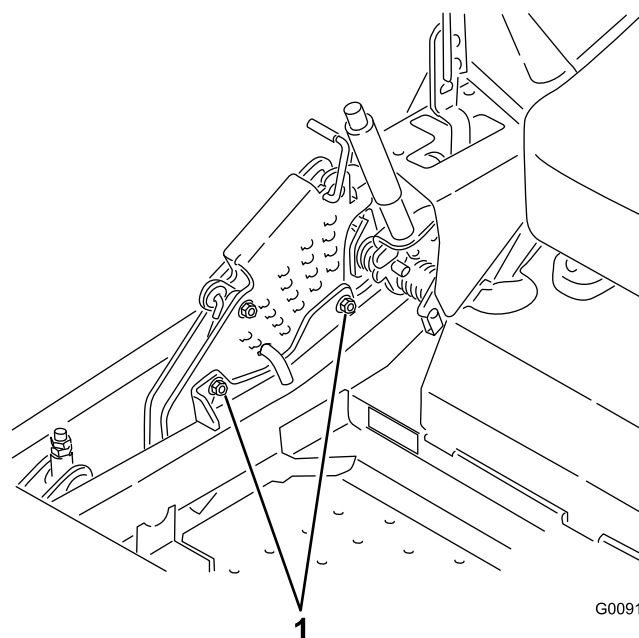

Figure 93
- Pour régler le système monopoint, desserrez les 2 boulons au bas de la plaque de hauteur de coupe (Figure 93).
- Serrez les 2 boulons au bas de la plaque de hauteur de coupe (Figure 93).